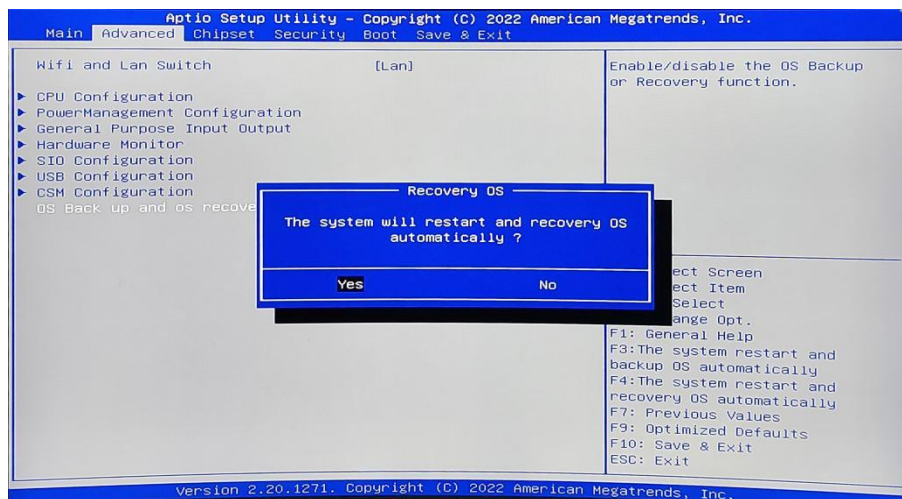

图 5 还原选择界面
(3) 按下键盘左上角的 F4 按键，就能进入还原选择界面（如图 5 所示），界面会出现提示使用键盘选中[YES]；